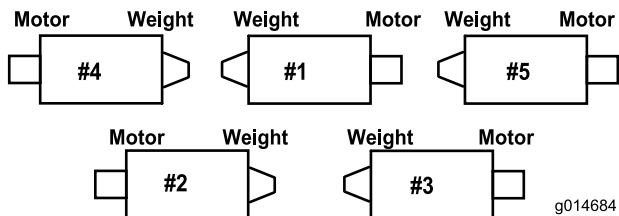
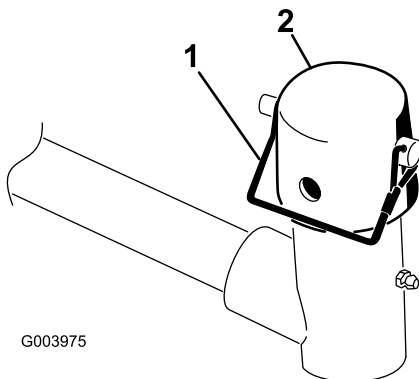

Figure 6
**Figure 8**
**Important:** Sur le plateau n° 4 (avant gauche) ou n° 5 (avant droit) (Figure 6), utilisez les écrous de fixation du support de tige pour monter les guides de flexible devant les pattes du plateau de coupe (Figure 7). Les guides de flexible doivent être inclinés vers le plateau de coupe central (Figure 7 et Figure 8).